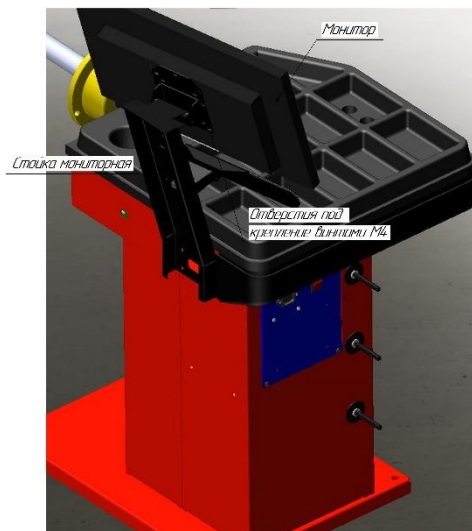

Рис. 2. Крепление монитора к стойке.
6. Установить монитор при помощи прилагаемых винтов и шайб М4 (рис. 2).